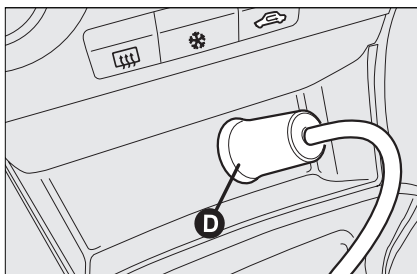
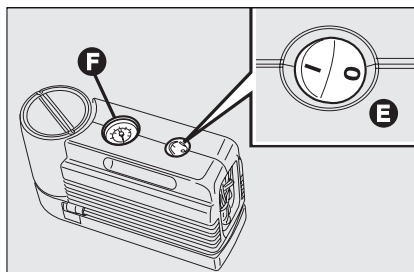

Рис. 14
Рис. 15
□ удостоверьтесь, что выключатель компрессора **Е, рис. 15** установлен в положение "0" (выключено), запустите двигатель автомобиля и вставьте штекер **Д, рис. 14** в гнездо прикуривателя. Затем включите компрессор **Е, рис. 15** - установив выключатель в положение "I" (включено), и доведите давление в шинах до величины, указанной в параграфе "Давление в холодной шине" главы "Технические характеристики". Проверьте давление в шине, измеряемое манометром **Е, рис. 15**, для повышения точности измерения выключите компрессор;
Рис. 15 а